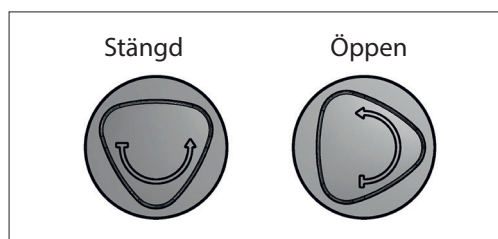
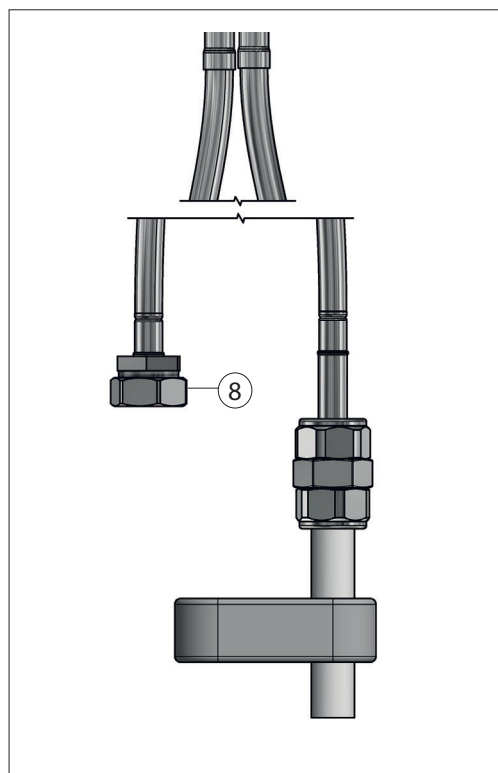

Bild 2
Bild 3
- Demontera mutter (3).
- Trä på en av de två packningarna (2).
- För ner avstängningsventilen (1) i hålet.
- Trä på undre packning (2) och mutter (3) underifrån, skruva åt löst.
- Tryck på vredet (4). Justera hela avstängningsventilen (1) i önskad position, se bild 2. Avstängningen levereras i stängt läge. Skruva åt muttern (3) ordentligt så att avstängningen sitter stadigt.
- Anslut inkommande vatten till 10 mm slät ända (5). Stödhylsa krävs ej.
- Anslut disk- eller tvättmaskin till G15 (6).
- OBS! Röret (Cu/Pex) klamras **under** kopplingen (7).
! Obs. Vid borttagning av disk- eller tvättmaskin måste avstängningens anslutning proppas med ett lock G15 (8), se bild 3.